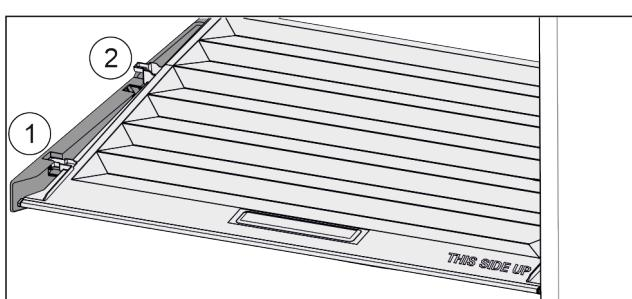

Fig. 41
- ▶ Veko potiahnite dopredu až k otvoru v prídržných dieloch Fig. 41 (1).
- ▶ Vzadu ho nadvihnite zospodu a zložte smerom nahor Fig. 41 (2).